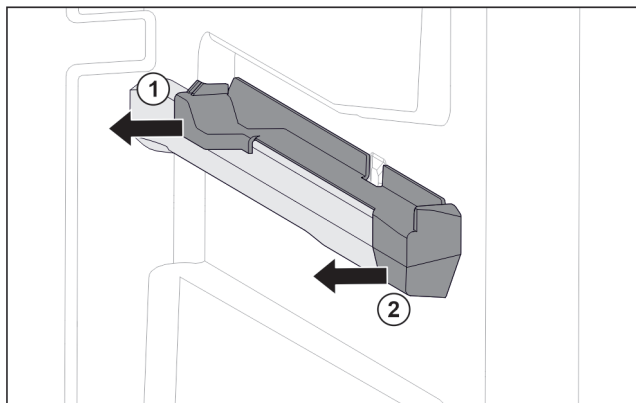

Fig. 107 Element nasadzany na prawym zębrze pojemnika
- ▶ Odciągnąć element nasadzany z tyłu w bok. Fig. 107 (1)
- ▶ Odciągnąć element nasadzany z przodu w bok. Fig. 107 (2)